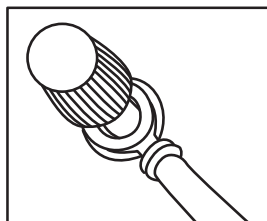

Abb. 1
- Lösen Sie die rote Mutter **16** am Spannungswandler **1**. Führen Sie die rote Gabelöse des Kabels mit 12-V-Kfz-Zigarettenanzünder-Stecker **12** mit der Öffnung über den Schraubanschluss **7** (siehe Abb. 1). Achten Sie darauf, dass die Unterlegscheibe zwischen Gabelöse und Mutter **16** liegt.
- Lösen Sie die schwarze Mutter **17** am Spannungswandler **1**. Führen Sie die schwarze Gabelöse des Kabels mit 12-V-Kfz-Zigarettenanzünder-Stecker **12** mit der Öffnung über den 12-V-Schraubanschluss **8** (siehe Abb. 1). Achten Sie darauf, dass die Unterlegscheibe zwischen Gabelöse und Mutter **17** liegt.
- Lösen Sie die rote Mutter **16** am Spannungswandler **1**. Führen Sie die rote Gabelöse des Kabels mit Anschlussklemme rot **10** über den 12-V-Schraubanschluss **7** (siehe Abb. 1). Achten Sie darauf, dass die Unterlegscheibe zwischen Gabelöse und Mutter **16** liegt.
- Lösen Sie die schwarze Mutter **17** am Spannungswandler **1**. Führen Sie die schwarze Gabelöse des Kabels mit Anschlussklemme schwarz **11** über den Schraubanschluss **8** (siehe Abb. 1). Achten Sie darauf, dass die Unterlegscheibe zwischen Gabelöse und Mutter **17** liegt.